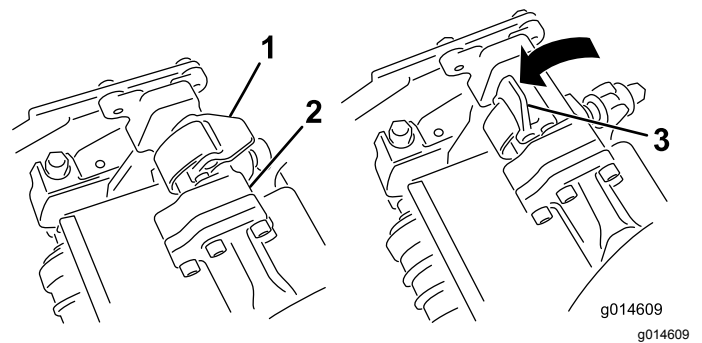
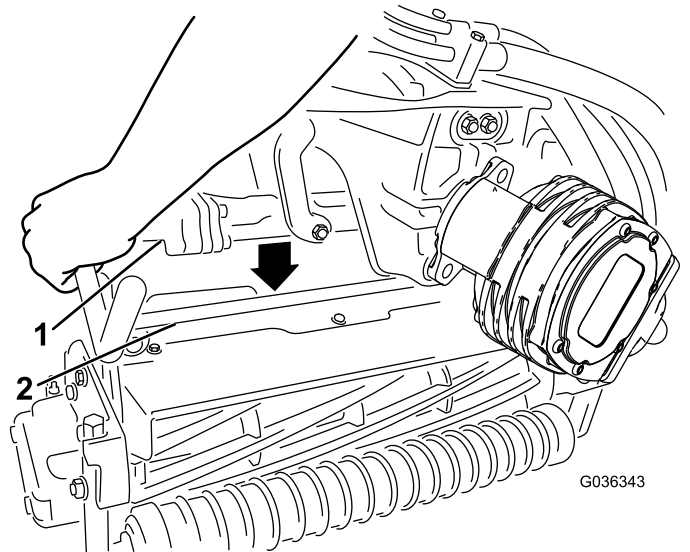

图52
图53
4. 当悬挂臂杆上的门锁指向上方即打开时 图52 向下压悬挂臂使悬挂臂杆与滚刀组上方的支架相契合 图53。
5. 向下并绕着滚刀组横杆关闭门锁将它们锁定到位 图52。
- 打开您正在拆下的滚刀组悬挂臂上的门锁图52。